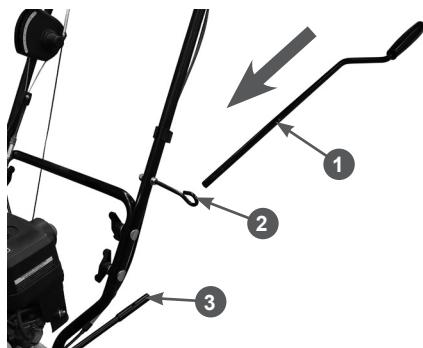

Рис. 16 Установка верхней части рычага управления поворотом жёлоба
- проденьте верхнюю часть рычага 1 в отверстие в опорном кронштейне 2 на рукоятках, затем вставьте верхнюю часть рычага в соединительную муфту 3 нижней части рычага (Рис. 16).